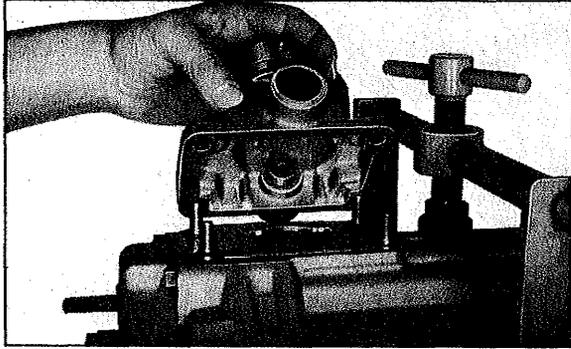

Fig. 58
- La différence entre ces deux cotes, moins 0 à 0,1 mm pour le jeu axial (il faut essayer d'obtenir toujours la cote 0,0) donne l'épaisseur des rondelles d'ajustement (202) qui doivent être placées dans l'évidement tourné du flasque de guidage. Les rondelles d'ajustement sont disponibles dans les épaisseurs de 0,6; 0,7 et 0,8 mm.
- Coller dans l'évidement tourné la rondelle d'ajustement avec de la graisse. Badigeonner la surface d'étanchéité de la bride de guidage avec de la pâte d'étanchéité ou du mastic d'étanchéité. Faire glisser la bride de guidage sur l'arbre menant et l'appuyer contre le carter. Visser les écrous (102) en intercalant les rondelles élastiques (103) sur les goujons prisonniers et les serrer à un couple de 20 à 25 N.m (2,0 à 2,5 kg.m).
Mettre le joint (618) et la plaque de butée (617) sur le carter. Poser ensuite le boîtier de commande (616) sur le joint (fig. 58). Visser les écrous hexagonaux (102) en intercalant les rondelles élastiques (103) sur les goujons prisonniers; puis, les serrer à un couple de 20 à 25 N.m (2,0 à 2,5 kg.m).